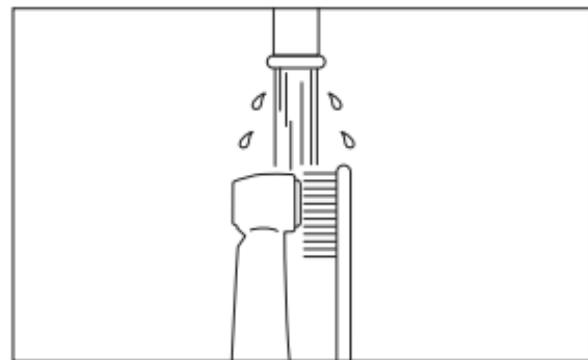

Fig. 9
- 1) Nettoyer l'extérieur de la pièce à main sous l'eau du robinet en utilisant une brosse souple (non métallique) (Fig. 9, 10).